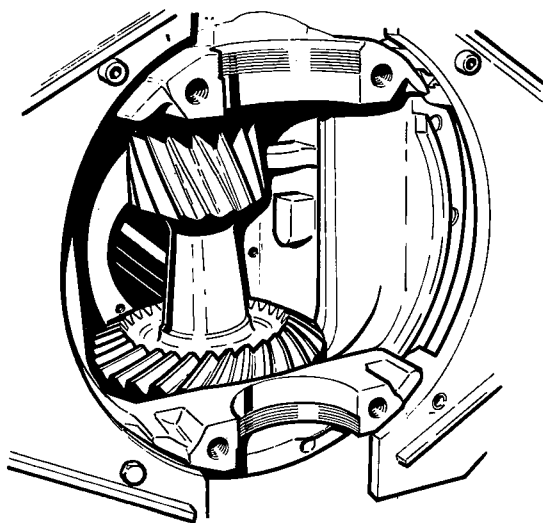

Fig. 16
- Monteer het lagerdeksel (14) aan de zijde van het kroonwiel. Gebruik het oorspronkelijke aantal opvulringen (15). Haal de moeren, ook indien deze niet los zijn geweest, aan met een aanhaalkoppel van 16,9 mkg.
- Breng de complete kroonwielas voorzichtig op zijn plaats (fig. 16).
- Breng het oorspronkelijke aantal opvulringen (42) aan en plaats het lagerdeksel (41) in het differentieelhuis.